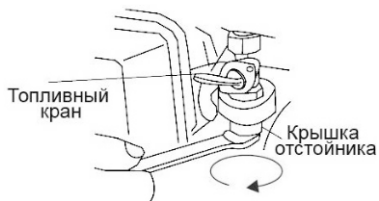

Рис. 7
- Отверните болт крышки отстойника, расположенные снизу топливного крана при помощи гаечного ключа (См. Рис.7).